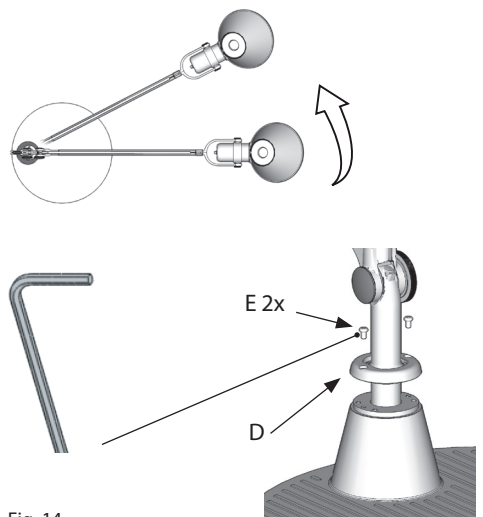

Fig. 14
Per orientare il corpo lampada, ruotare la ghiera D (fig.14). E' consentito orientare il corpo lampada SOLO IN 3 POSIZIONI. Al termine, serrare le viti E con la chiave a brugola n° 6 per bloccare la ghiera D.
Pour orienter le corps de la lampe, tourner la bague D (fig.14). On ne peut orienter le corps de la lampe QUE DANS 3 POSITIONS. Au terme de l'opération, serrer les vis E à l'aide de la clé Allen n° 6 pour bloquer la bague D.
To orient the lamp body, rotate the locking ring (D) (fig. 14). The lamp body can ONLY be rotated to 3 POSITIONS. At the end of the operation, tighten the screws (E) using the Allen wrench 6 to lock the locking ring (D).
Zum Ausrichten des Lampenkörpers den Ring D drehen (Abb. 14). Der Lampenkörper darf NUR IN 3 POSITIONEN verstellt werden. Zuletzt die Schrauben E mit dem 6er Inbusschlüssel anziehen, um den Ring D zu blockieren.